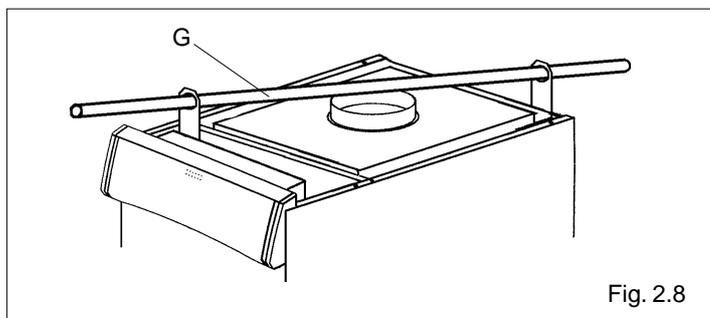

Fig. 2.8
- Elevar el grupo térmico utilizando un tubo de 1" (G) insertado en las dos asas (fig. 2.8).